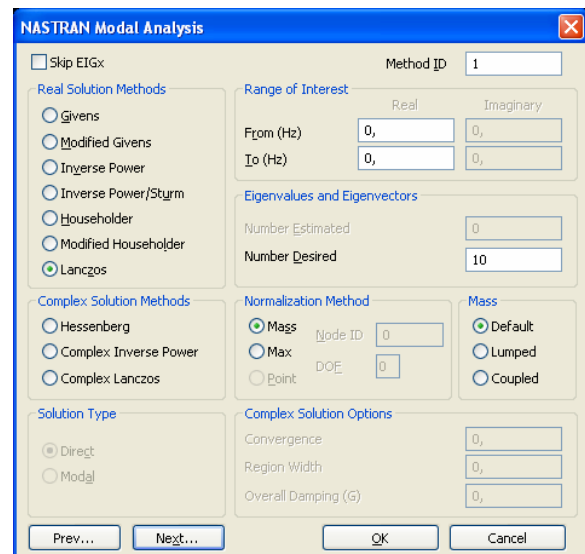

Рис.7.3. Диалоговая панель для изменения параметров частотного анализа
- „**Freq for Overall Damping (W3)**” – частота  $\omega$  (в герцах) для преобразования общего коэффициента **G** структурного демпфирования по формуле  $G = (2C/C_0) \cdot (\omega/\omega_0)$ , где  $\omega_0$  – частота собственных колебаний. Обычно величину  $\omega$  задают близкой к первой собственной частоте. Эта характеристика для краевых задач (см. табл.4.2) типа 110 может быть установлена на панели „**NASTRAN Modal Analysis**” в поле „**Overall Damping (G)**” (см. рис.7.3 с пояснениями в Разделе 7.3.1), а для задач типа 111 (**4..Frequency/Harmonic Response**) – на панели „**Load Set Options for Dynamic Analysis**” в поле „**Overall Structural Damping Coeff (G)**” (см. рис.7.1-а), что вызывается командой **Model→Load→Dynamic Analysis...**;
Для подраздела „**Modal/Buckling**” вызывается панель „**NASTRAN Modal Analysis**” (см. рис.7.3). На ней можно: